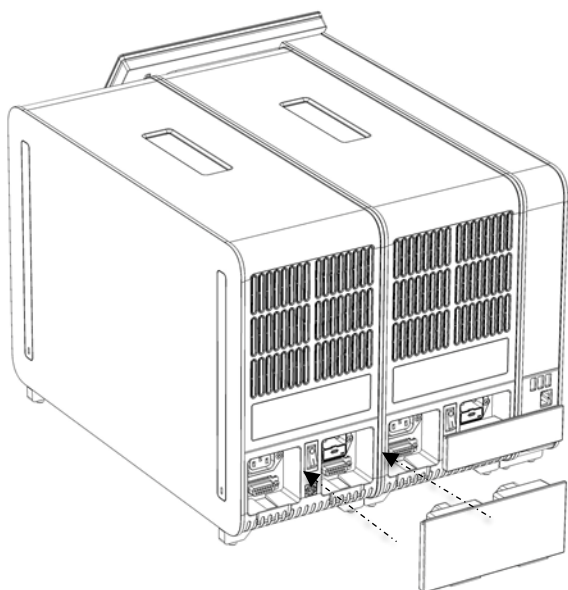

Figura 18. Ligação da ponte do módulo analítico/analítico.
6. Ligue a ponte do módulo analítico/analítico na parte traseira do QIAstat-Dx Analyzer 2.0 para unir os dois módulos analíticos (Figura 18).